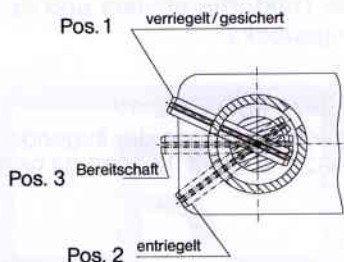

Abb. 6
- Sicherungsbolzen (R) in **Pos. 2** (s. Abb. 6) bringen
- Niederhalter (N) anheben
- Niederhalterklinke (N) nach unten drücken:
**Kontrolle: Der Verriegelungsbolzen muß in Sicherungsposition (Pos. 1) stehen** (s. Abb. 6).
- Sicherungsbolzen (R) entriegeln (**Pos. 2**, s. Abb. 6)
- Niederhalterklinke (N) anheben